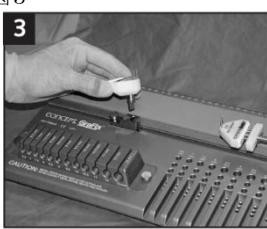

図3
- a. コアリングリーマーから回収チューブを外しておく。このとき、回収チューブの滅菌が損なわれないようにすること。回収チューブはコアリングリーマーにより除かれたbone coreを掴むときに必要になる（図3参照）。
- b. コアリングリーマーシステムの使用時は、ドリルビットを使い、（骨）皮質の深さ1cmのところにトンネルを作つておく（図3参照）。
- c. コアリングリーマーとセンタリングスリープは先に取り付けたガイドピンの3/32インチのところに付け、ジョイント（関節）に穴あけする（図3参照）。
- d. 取り付け操作はやさしく、また正しく穴あけするために、ハンドアーム位置合わせを確実にすること（図3参照）。
- e. コアリングリーマーで脛骨プラトーを貫通させリーマーからbone coreを取り除く（図3参照）。
5. 十分に固定されるまでモジュラー・コンポーネントをスライドロックに挿入する（図3参照）。